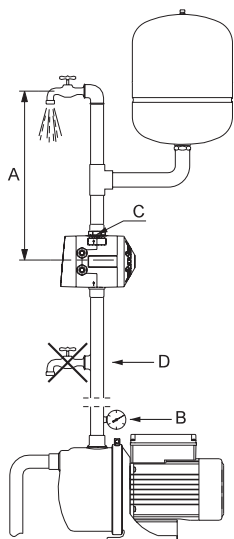

Рис. 3 Пример монтажа
Блок РМ 2 устанавливается со стороны нагнетания насоса (см. рис. 3).
Блок PM 2 должен быть установлен между насосом и первой (ближайшей) точкой водоразбора. (см. рис. 3).
**Поз. А на рис. 3:**
**Поз. В на рис. 3:**
**Поз. С на рис. 3:**
#### Поз. D на рис. 3: